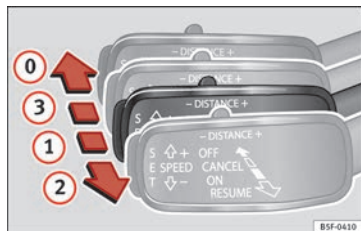

Fig. 202 A la izquierda de la columna de la dirección: tercera palanca para manejar el control adaptativo de velocidad.
Es posible activar el ACC de nuevo tirando de la palanca hasta la posición ② » fig. 202.